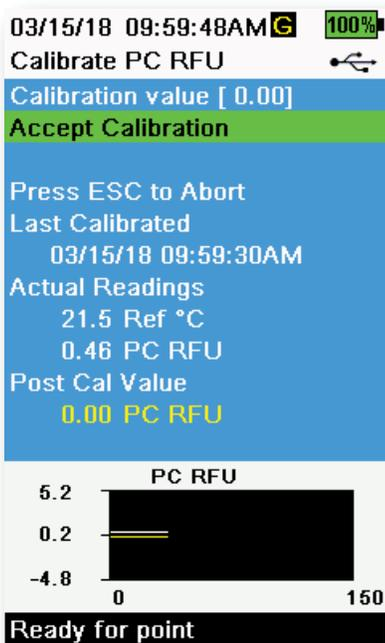

Abbildung 57 PC RFU kalibrieren
8. Überwachen Sie die Temperaturwerte auf dem Kalibrierbildschirm (Abbildung 57). Nehmen Sie die Tabelle im Abschnitt Vorbereitung der Rhodamine-WT-Farbstofflösung um den entsprechenden Wert für die Kalibrier-Lösung zu ermitteln.